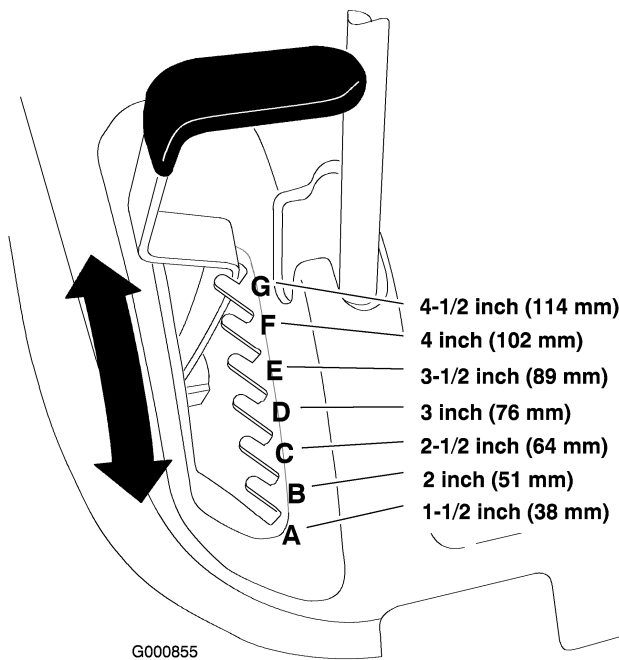

Figura 12
1. Levante la palanca de ajuste de la altura de corte a la posición de transporte (que es también la posición de altura de corte de 4-1/2 pulgadas (114 mm)) (Figura 12).
2. Para ajustar, tire de la palanca de ajuste de la altura de corte y colóquela en la posición deseada (Figura 12).